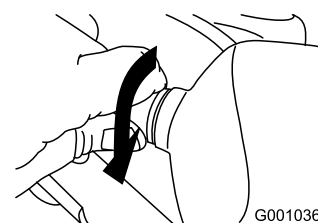

Figura 56
5. Rode a base da lâmpada no sentido dos ponteiros do relógio até que fique apertada (Figura 56).